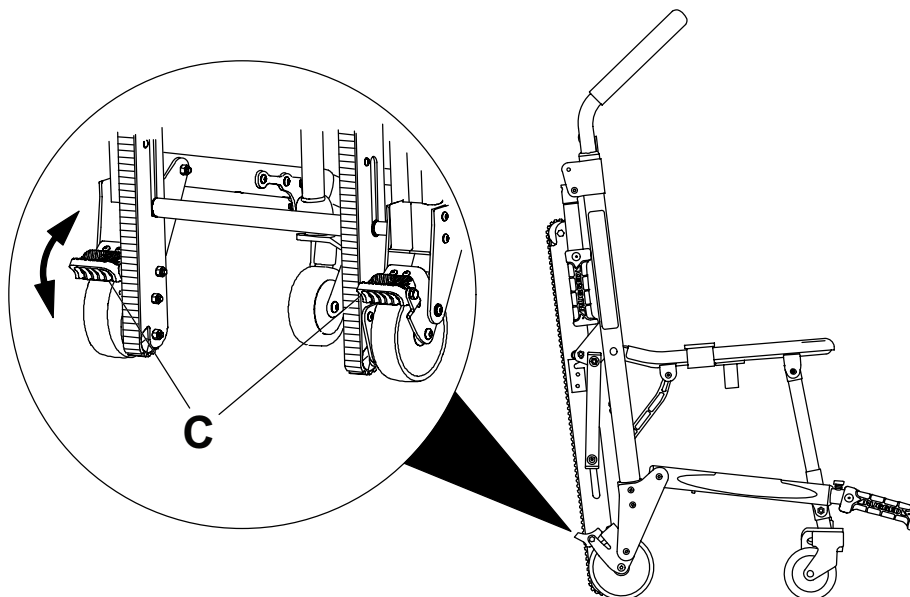

Figura 18 – Frenos de las ruedas
Para aplicar un freno de rueda (C), presione hacia abajo el pedal hasta que se detenga y descanse contra la superficie de la rueda (Figura 18).
Para liberar el freno de la rueda (C), presione hacia abajo la parte superior del pedal con el pie o levante el pedal con el dedo del pie (Figura 18). La parte superior del pedal descansará contra la estructura de la rueda giratoria al liberar el freno de la rueda.